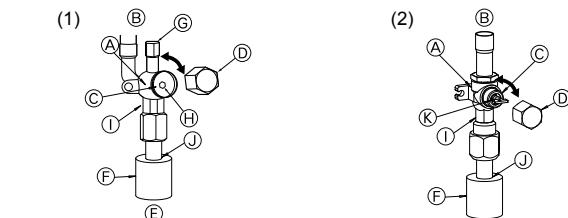

Fig. 4-6
(1) Côté liquide de la vanne d'arrêt (Fig. 4-6)
- ① Retirez le bouchon, et tournez la tige de soupape à fond dans le sens antihoraire avec une clé hexagonale de 4 mm. Arrêtez de tourner quand elle frappe la retenue. (env. 10 tours)
② Vérifier que la vanne d'arrêt est complètement ouverte et tourner le capuchon pour le ramener sur sa position d'origine.